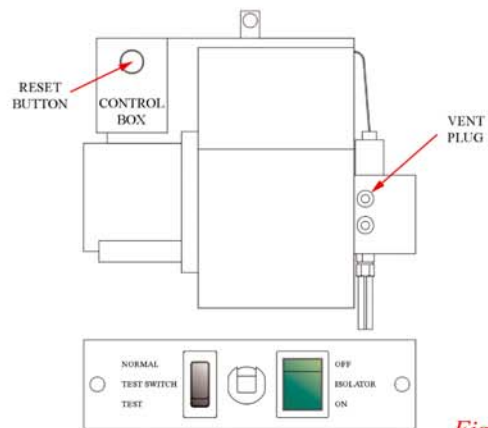

Fig. 37
10. PRIMING THE BURNER (Fig. 37)